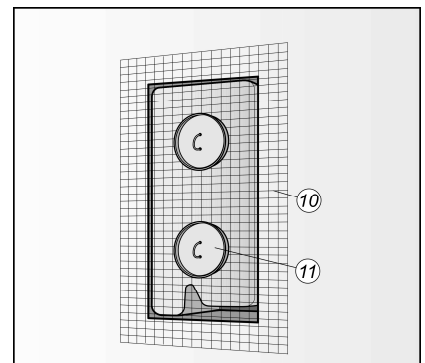

Abb. 8
Anfertigen des Einschubfensters durch die Gipsbauplatte (Stärke 12,5 mm) in Größe und Form der Innenkontur des Montagekasteninnenraums. Befestigen der Gipsbauplatte (9). (Abb. 8)
Achtung! Diese Maßnahme ist notwendig, damit eine Rissbildung im Putz vermieden wird. Außenputz aufbringen. (Abb. 8)